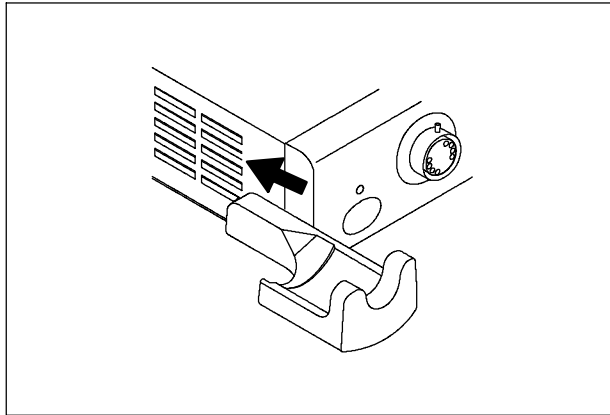

Figura 3.6
3. Desplace el soporte para el cable de videoendoscopio hacia atrás hasta que encaje (ver figura 3.6).